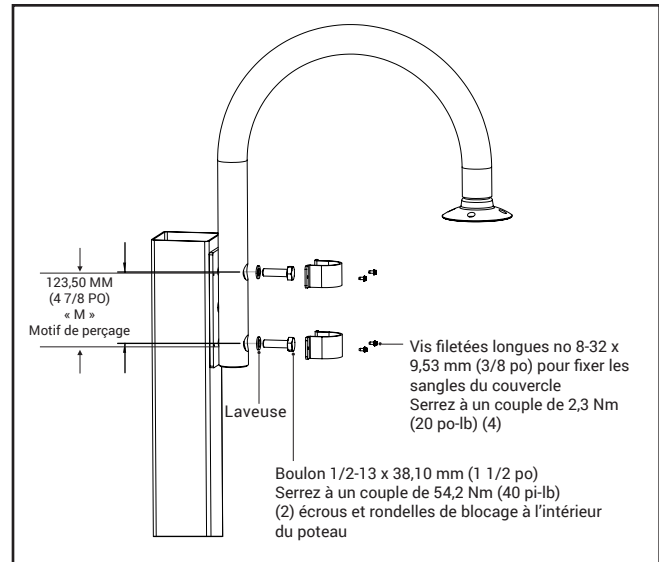

Figure 9.
3. Montez le bras Bishop sur le poteau comme il est illustré à la Figure 9.